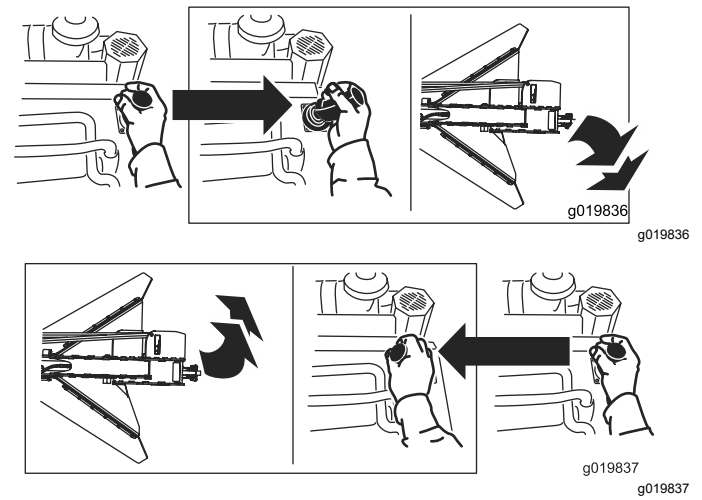

Figura 15
- Pentru a roti maina de frezat la dreapta sau la stânga, mică maneta în direcția dorită (Figura 15).